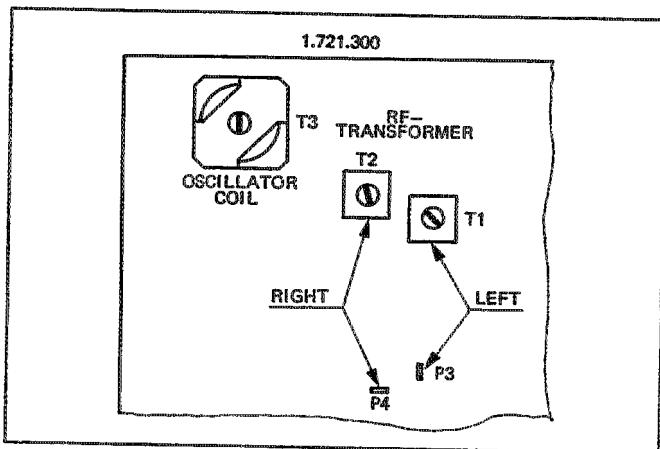

Fig. 5.4
- Frequenz an Messpunkt P3 oder P4 messen und mit der Oszillatorschaltung T3 auf 105 kHz abgleichen (T3, Fig. 5.4) Spule T2 (T1) auf minimale Spannung am Messpunkt P4 (P3) einstellen